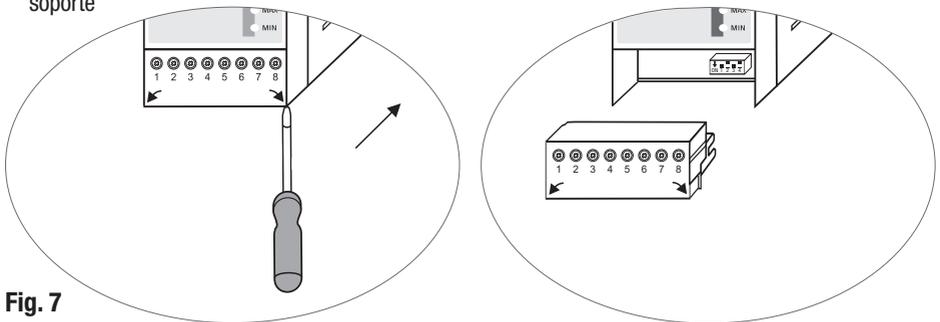

Fig. 7
- Extraer las regletas de bornes inferior y superior. **Fig. 7**